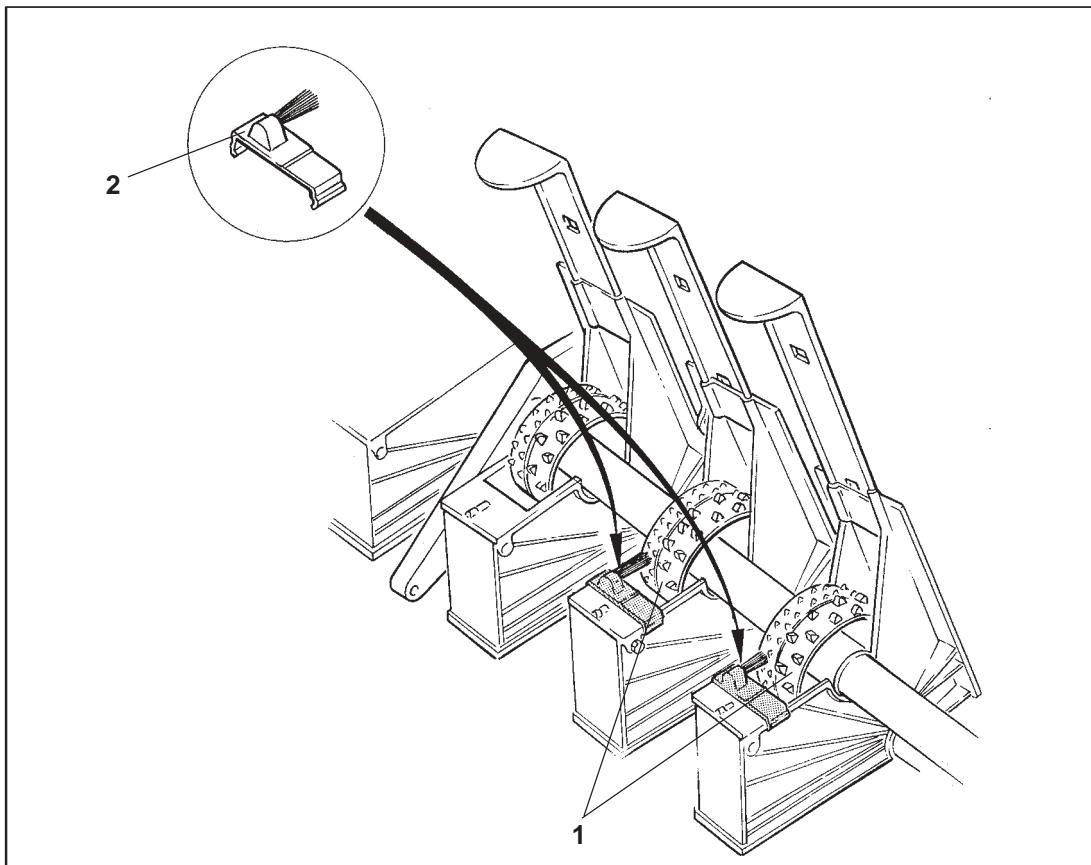

Рис. 13.13
- Отметьте **новую** высевающую катушку (Рис. 13.13/1), для которой вы будете устанавливать щетки (Рис. 13.13/2) на новой высевной коробке. Для закладки колеи вы можете отключать до трех, в исключительных случаях до 4 или 5 высевающих катушек.